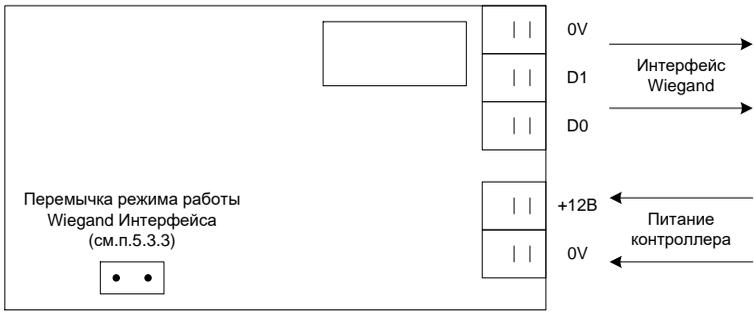

Рис.4
### Клеммы и перемычки замка исполнений W, WE (см. рис.4):
2. Протокол Wiegand-26 (стандарт бесконтактных считывателей) для отправки в систему доступа номера транспорта (см. рис.4),
Переключкой на плате (см. рис.4) устанавливается режим работы Wiegand интерфейса.